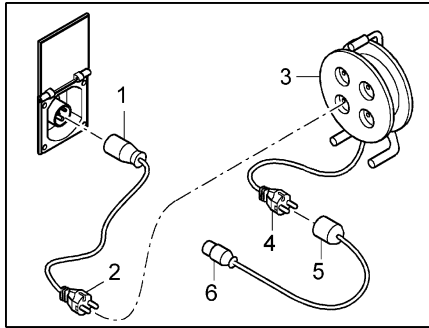

Bild 54 Anschlussmöglichkeiten 230-V-Anschluss
- Adapterkabel: CEE 17 Anschlusskupplung mit Schutzkontakt (Bild 54,1) – Stecker mit Schutzkontakt (Bild 54,2)
- Kabeltrommel: Steckdose mit Schutzkontakt (Bild 54,3) – Stecker mit Schutzkontakt (Bild 54,4)
- Adapterkabel: Anschlusskupplung mit Schutzkontakt (Bild 54,5) – CEE 17 Stecker mit Schutzkontakt (Bild 54,6)